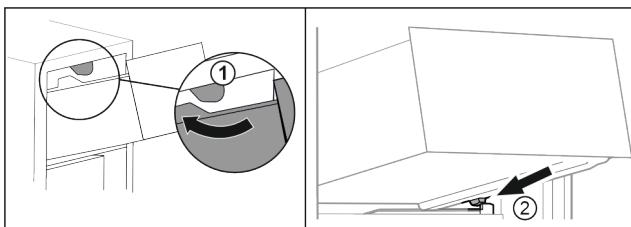

Fig. 98
- Обвести висувний ящик навколо верхнього стопора. Fig. 98 (1)
- Встановити висувний ящик за нижніми стопорами на ребро для резервуару навскоси. Fig. 98 (2)